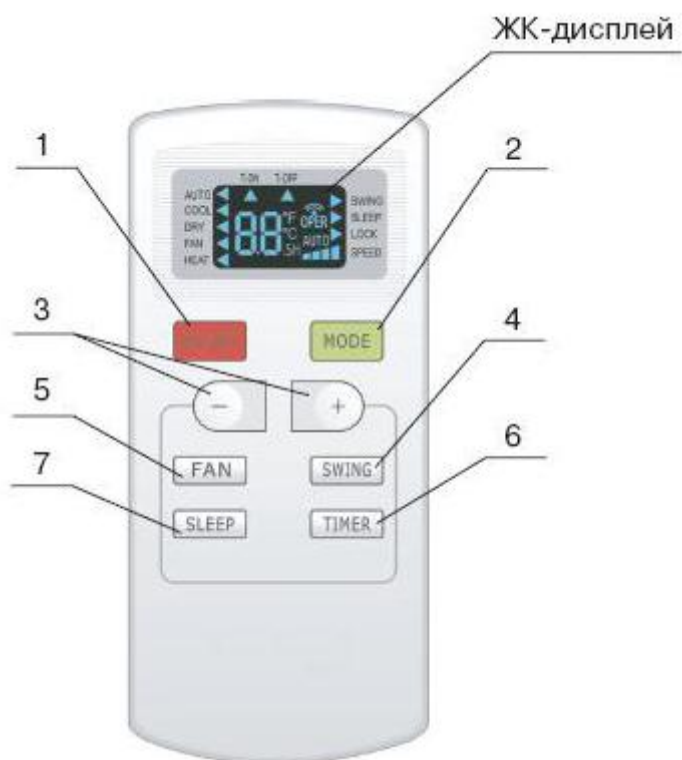

рис. 3.1.
- Для управления кондиционера применяется инфракрасный дистанционный пульт (рис. 3.1).
- Комментарии к рис. 3.1 см. таблицу 3.1.